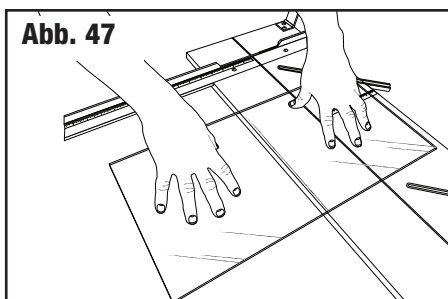

Abb. 48
1. Lösen Sie die Radstift-Schraube (**Abb. 48**).